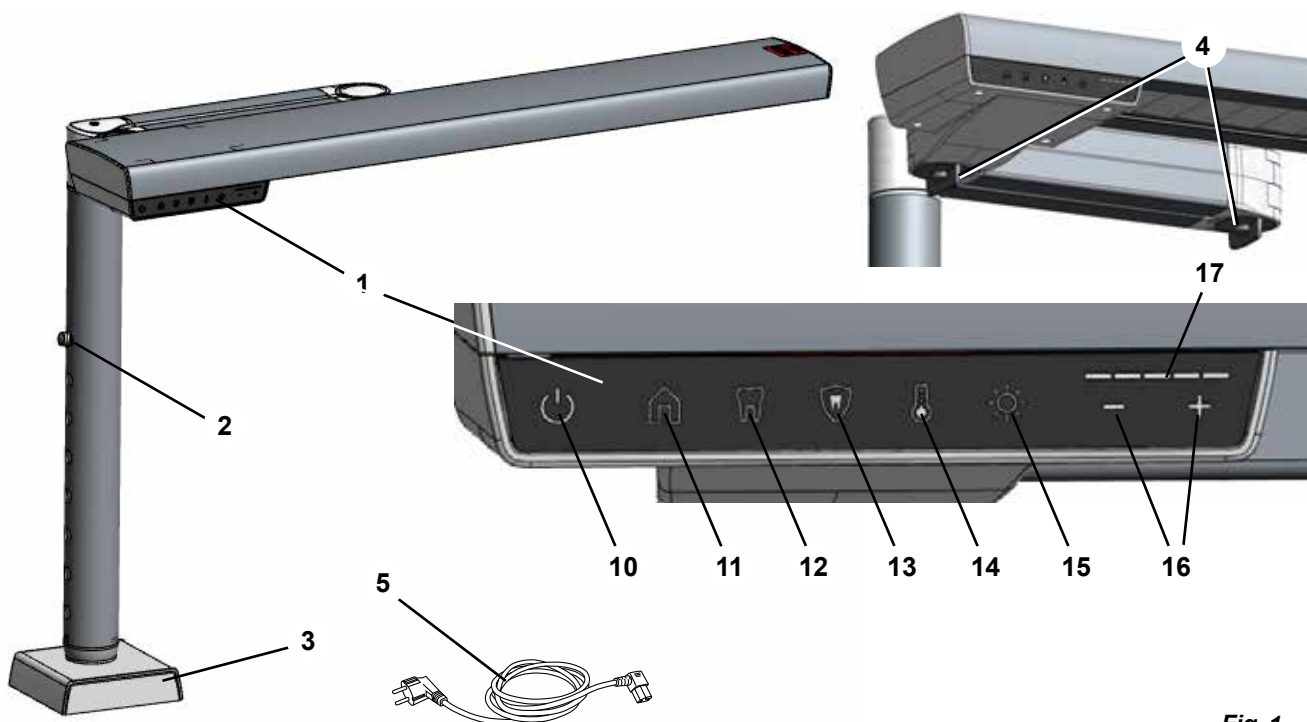

Fig. 1
- ⇒ Tryk låsemekanismen til højdeindstillingen (2, Fig. 1) ind og træk det indvendige rør på soklen ud til den maksimale position.
For at bestemme det egnede monteringssted løsnes samlingslåsen (4, fig. 1) og kontroller, at du kan flytte arbejdspladslampen til den optimale position beskrevet tidligere (kapitel 4.2.1).
- ♦ Tasten Brightness (15, Fig. 1) lyser.
- ♦ I Intensity - visning (17, Fig. 1) bliver den aktuelle værdi for lysstyrke vist.